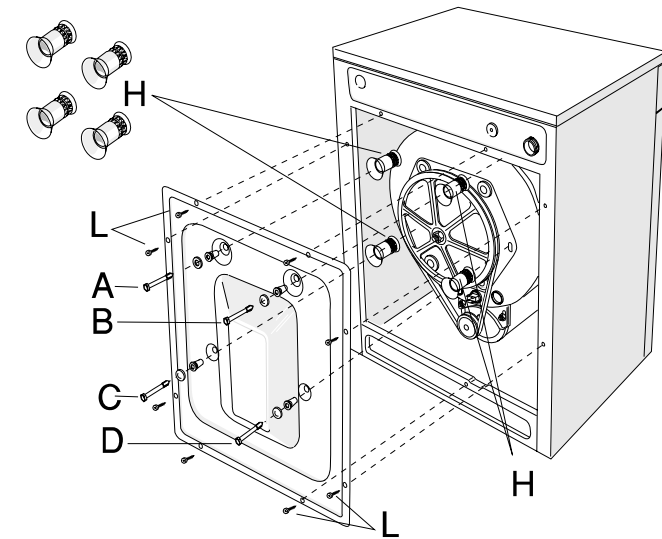

fig. 3
2. Schroef de vier transportbouten A, B, C en D aan de achterzijde van de machine los (fig. 3).
3. De vier kunstof afstandhouders (H), welke zich aan binnenkant van de machine bevinden en door de vier transportbouten (A,B,C,D) op hun plaats werden gehouden, zullen door het verwijderen van de transportbouten loskomen van de binnenkant en op de grond vallen. Ze kunnen dan alle vier opgeraapt worden. Mochten de vier afstandhouders (H) niet loskomen of naar beneden vallen, draai dan de acht schroeven (L) los en verwijder de achterplaat, waarna u
1. De acht schroeven (L) uit de achterplaat (fig. 3) verwijderen en de plaat losnemen.
3. De vier afstandhouders (H) aan de binnenkant van de plaat op de transportbouten A, B, C en D aanbrengen en ze tegen de rubber afsluitringen drukken.
5. De achterplaat weer terugplaatsen en vastzetten met de acht schroeven (L).